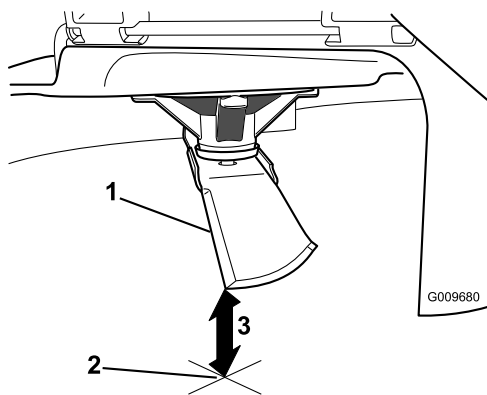

Figura 55
- Mida desde la punta de la cuchilla hasta la superficie plana (Figura 55).